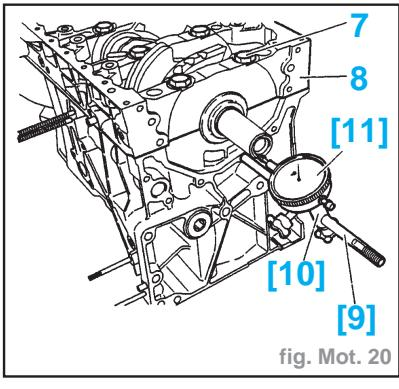

fig. Mot. 20
- Poser les outils [9] et [10] (tige et support comparateur réf. 0118EZ et FZ) sur le carter cylindres (fig. Mot. 20).
- le carter chapeaux de paliers de vilebrequin (8)
- les 10 vis (7)
- Serrer les 10 vis (7) à $1 \pm 0,1 \text{ daN.m}$.